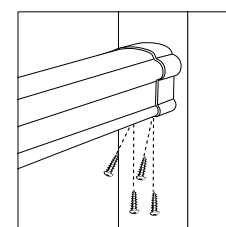

Figura 10
14. Instale dos tornillos por debajo de los soportes superiores del barandal hasta que lleguen al pasamanos (Figura 10).